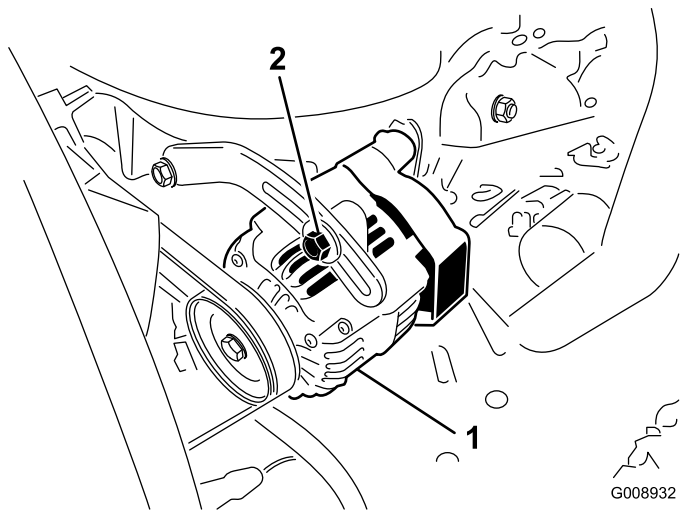

Figura 84
2. Si la desviación no es de 10 mm (3/8"), afloje los pernos de montaje del alternador (Figura 84).